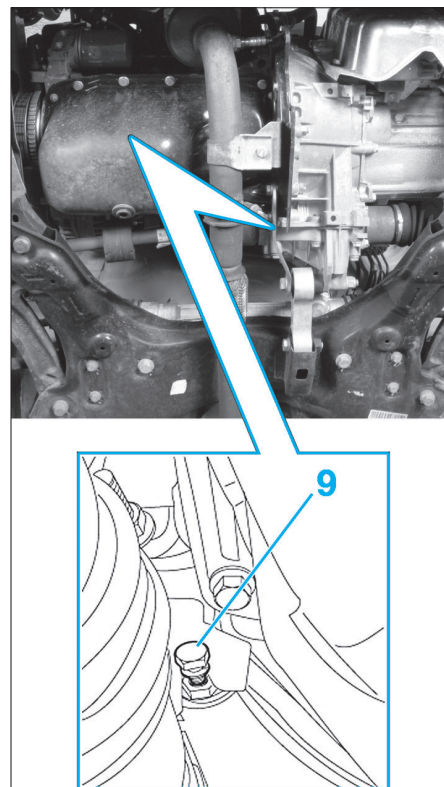

Fig. 6
- Déposer la dernière vis (9) fixant le couvercle du cache- volant moteur (Fig.6).